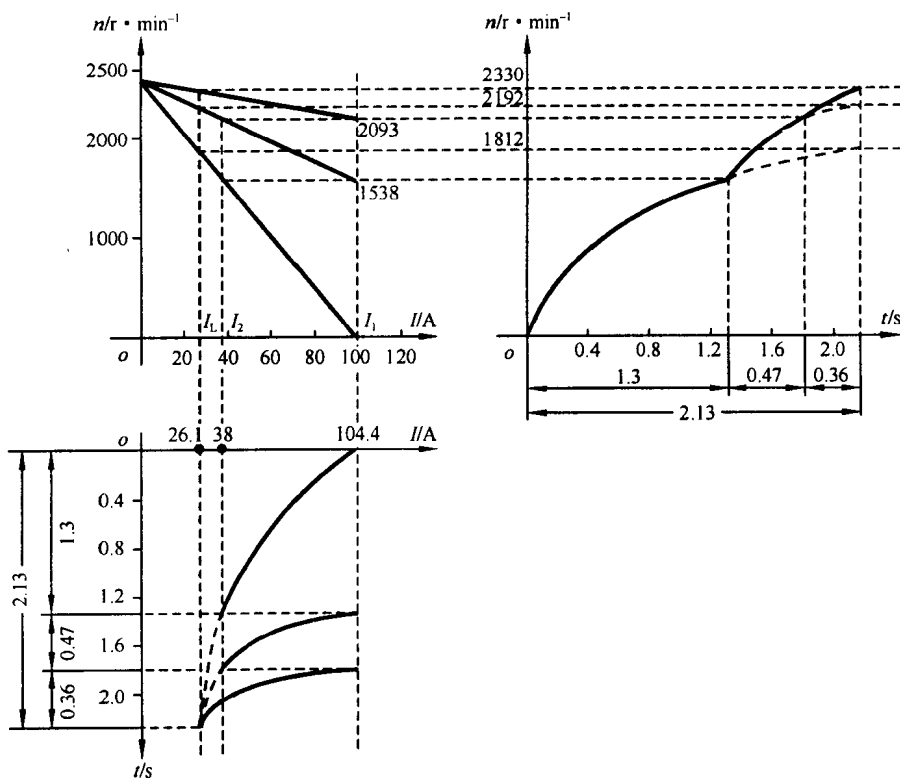

图 4.2 例 4-2 图
**例 4-2** 有一台直流他励电动机, 其铭牌数据如下:  $U_N = 220\text{V}$ ,  $P_N = 10\text{kW}$ ,  $I_N = 52.2\text{A}$ ,  $n_N = 2250\text{r/min}$ ,  $R_a = 0.274\Omega$ ,  $GD_M^2 = 4.9\text{N}\cdot\text{m}^2$ , 折算到电动机轴上的系统飞轮惯量  $GD_L^2 = 4.9\text{N}\cdot\text{m}^2$ , 折算到电动机轴上的静负载转矩  $T_L = 0.5T_N$ 。用两段启动电阻进行启动, 其中  $R_{st1} = 1.35\Omega$ ,  $R_{st2} = 0.49\Omega$ 。启动时的机械特性曲线如图 4.2 所示, 图中数据分别为:  $I_1 = 2I_N = 2 \times 52.2\text{A} = 104.4\text{A}$ ,  $I_2 = 0.727I_N = 0.727 \times 52.2\text{A} = 38\text{A}$ ;  $n_{i1} = 0$ ,  $n_{x1} = n_{i2} = 1538\text{r/min}$ ,  $n_{s1} = 1812\text{r/min}$ ,  $n_{x2} = n_{i3} = 2093\text{r/min}$ ,  $n_{s2} = 2192\text{r/min}$ ,  $n_s = 2330\text{r/min}$ 。试求各段启动过程的  $n = f(t)$  和  $I_a = f(t)$ , 并计算各段启动时间和总的启动时间。
(1) 电动机的电势常数
整个启动过程的动特性如图 4.2 所示。